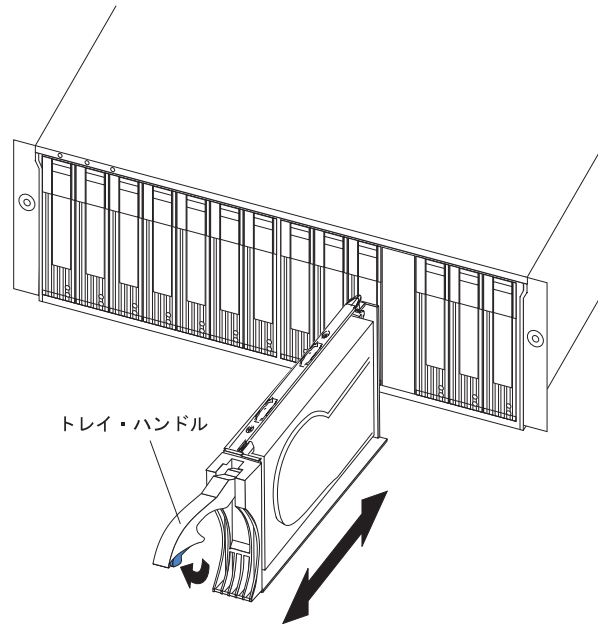

図 10. ドライブ CRU の取り外し
3. 図 10 に示すように、トレイ上のハンドルを引き出して開く位置にし、ドライブをベイから引き出します。